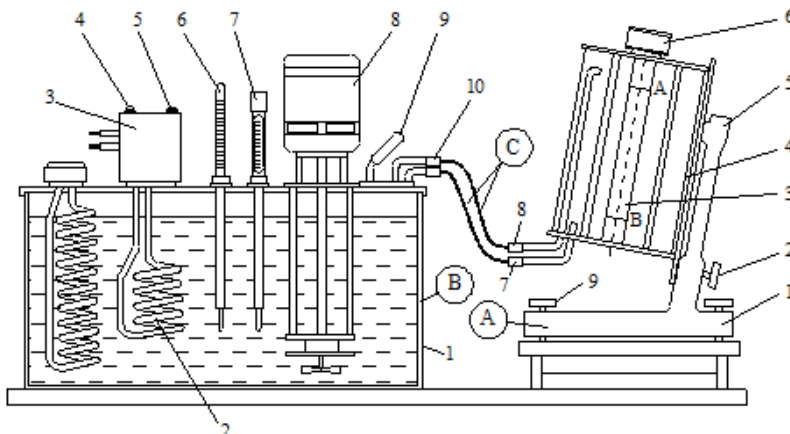

Figura 4.2 Aparatul Hoppler
Pentru a evidenția dependența vâscozității cu temperatura, obiectivul principal al lucrării, se va utiliza instalația din figura 4.2, compusă din: vâscozimetru Höppler (A), termostat (B), furtune de legătură (C).